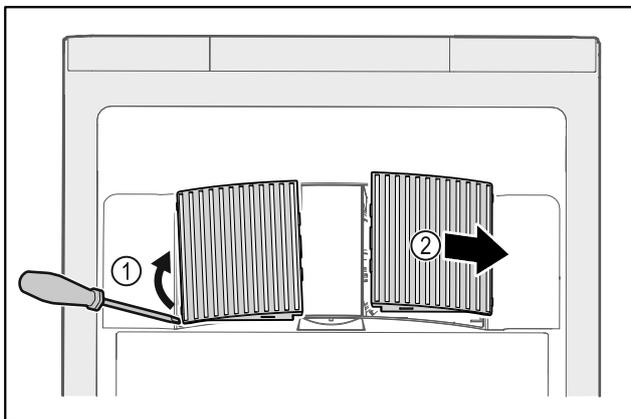

Fig. 145
- ▶ Estrarre con cautela i coperchi delle ventole dai lati Fig. 145 (1) e rimuoverli in avanti Fig. 145 (2).